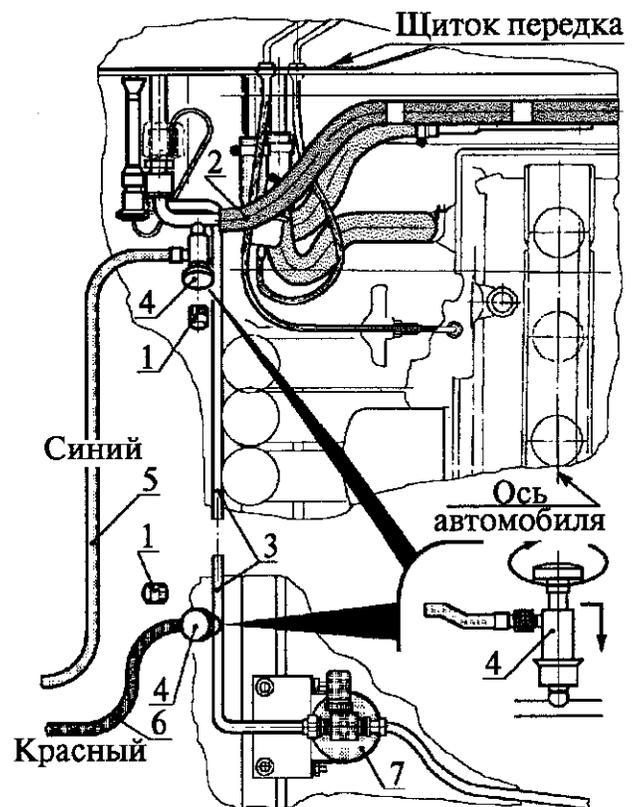

Рис. 1. Откачка хладона из системы кондиционирования воздуха:
3.5.1. Отвинтить и снять две резьбовые заглушки 1 (рис. 1) со штуцера всасывающего шланга 2 и со штуцера отводящей трубки 3 ресивера системы кондиционирования воздуха.